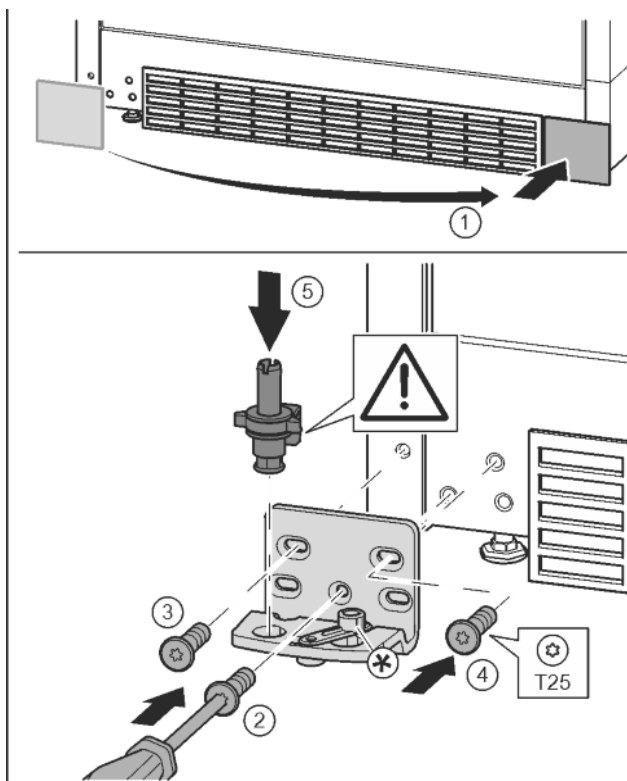

Fig. 13
- ▶ Afdekking eraf halen en op de andere kant aanbrengen. Fig. 13 (1)
- ▶ Lagerbus op de andere kant aanbrengen en met behulp van een schroevendraaier T25 vastschroeven. Met schroef 2 onder in het midden beginnen. Fig. 13 (2)
- ▶ Schroef 3 en 4 vastschroeven. Fig. 13 (3, 4)
- ▶ Lagerbout volledig aanbrengen. Let op dat de vergrendelknok naar achter wijst. Fig. 13 (5)